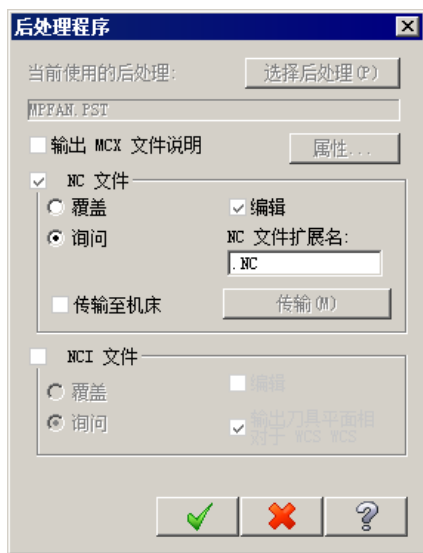

图 3.8.1 “后处理程序”对话框
Step1. 在“操作管理”中单击  按钮，系统弹出图 3.8.1 所示的“后处理程序”对话框。